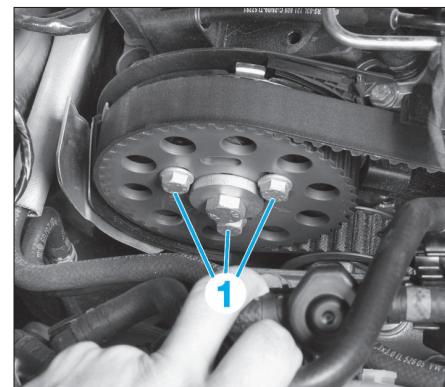

FIG. 129
- la vis (1) du pignon d'arbre à cames (Fig.129), extraire ce dernier,